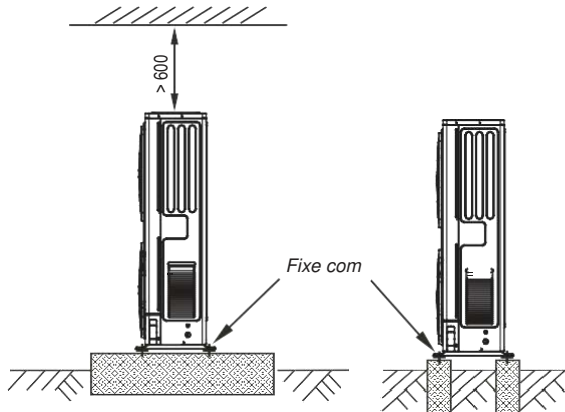

Fig. 3-5
- Faça uma base de concreto de acordo com as especificações da unidade exterior (Veja Fig.3-5).
- Fixe os pés da unidade firmemente com parafusos para evitar que se desloque em caso de terramoto ou vento forte. (Veja Fig.3-5)